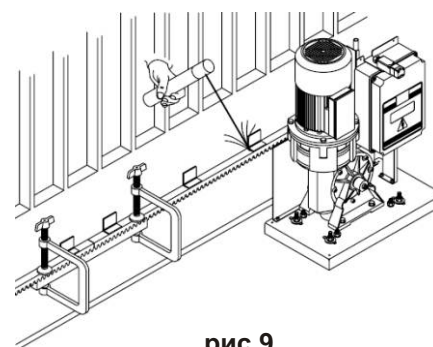

рис.9
- Соединяйте элементы линеек, используя дополнительную (рис.9), выдерживая точный шаг, и заблокируйте все соответствующим крепежом.